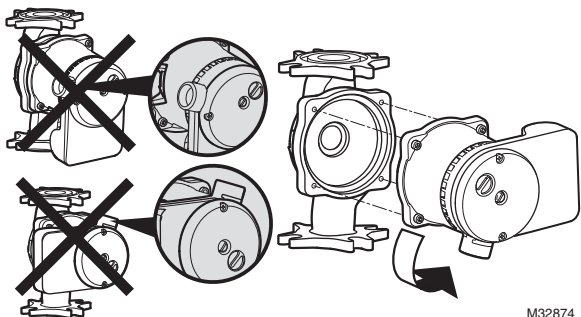

Fig. 7. Cambio de la posición del conducto en la bomba.
- Es recomendable instalar la bomba de manera que la conexión del conducto quede orientada hacia abajo (consulte la Fig. 7).
- Para cambiar el lugar donde el cableado ingresa en la bomba, sostenga el ensamblaje del motor mientras quita los cuatro (4) tornillos del ensamblaje del motor utilizando una llave hexagonal en L de 5/32 in (4 mm).